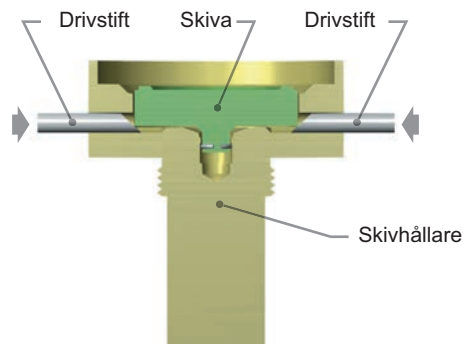

Bild 18: Demontering av skivan med drivstift
- Börja med att föra in de speciella drivstiften i hålen i skivhållaren (se bild 18) med den avsmalnande delen av stiften mot skivans ovansida, enligt anvisningarna.